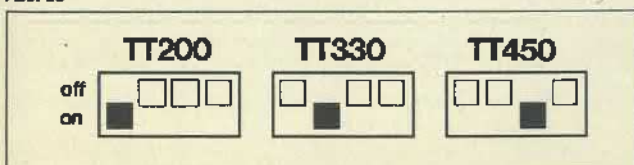

Abb. 34 Codierschalter
- Schalknebel des Netzhauptschalters ① lockern und abziehen
- Vor Einbau der neuen Steuerung Amperebereich an Stromquelle anpassen; dazu ist, je nach Gerätetyp der rechte Codierschalter  lt. Abb. 34 auf den richtigen Wert einzustellen.